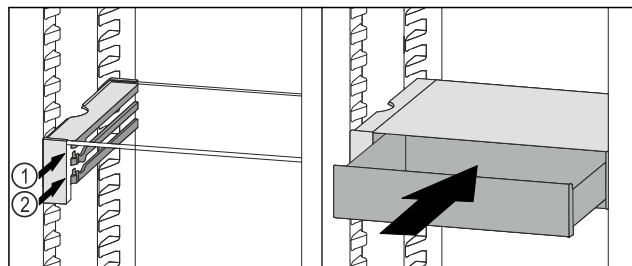

Fig. 112
- ▶ Встановити висувний ящик VarioSafe за стопорами на потрібне ребро Fig. 112 (1) або Fig. 112 (2).